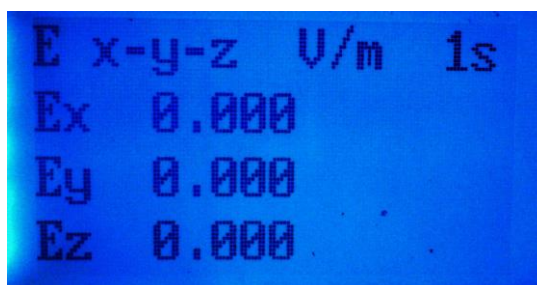

Рисунок 5
4.4.5.1.5 В режиме измерения компонент напряженностей на табло измерителя выводится (Рисунок 5):